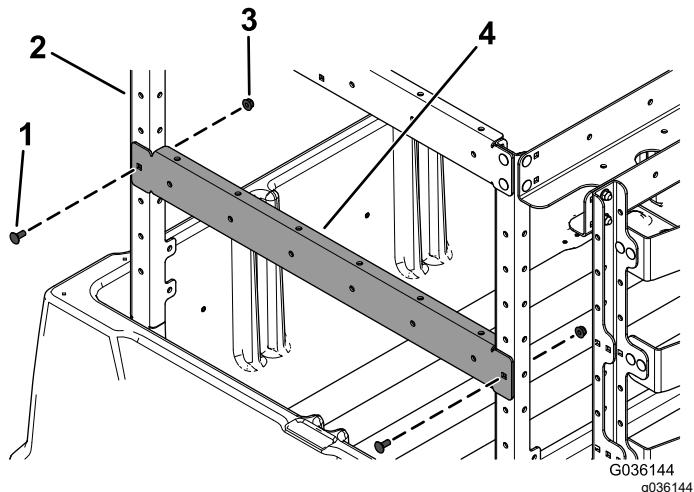

Figura 7
6. Montate la staffa di supporto anteriore (con 1 foro su ciascun lato) sulle 2 staffe del telaio dei montanti anteriori con 2 bulloni a testa tonda (5/16 x $\frac{3}{4}$ ") e 2 dadi flangiati (5/16") come illustrato nella Figura 7.